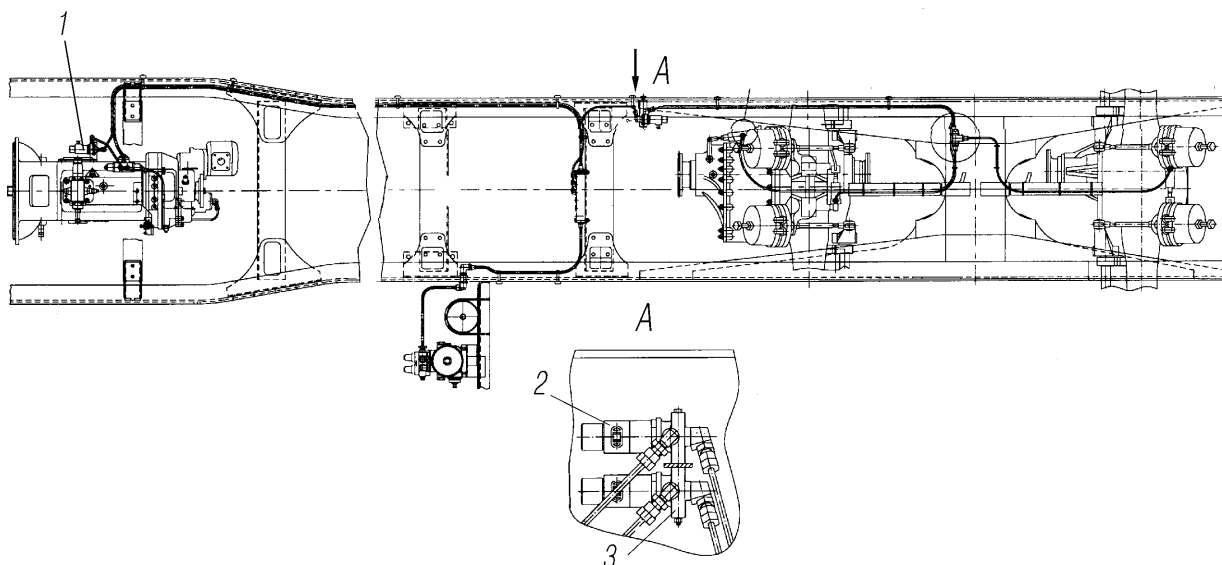

Рис. 28. Электропневмоуправление агрегатами трансмиссии
**Электропневмоуправление агрегатами трансмиссии** в том числе блокировкой межколесного и межосевого дифференциалов показано на рис. 28.
Рис. 28. Электропневмоуправление агрегатами трансмиссии: электромагнитные клапаны: 1-включения КОМ; 2-включения механизма блокировки межосевого дифференциала; 3-включения механизмов блокировки межколесных дифференциалов